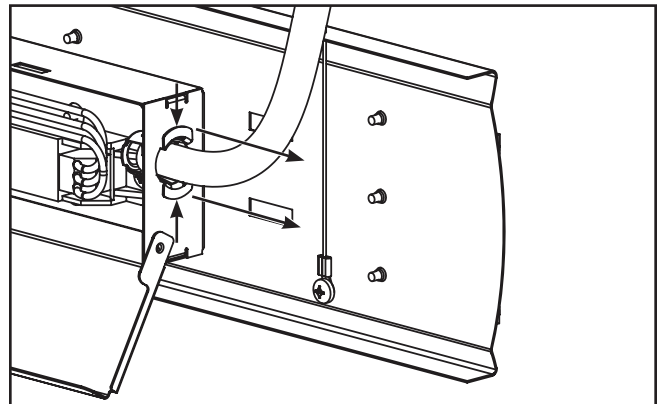

Figura 9.
10. Apriete las pestañas del broche que sujeta el conducto de metal flexible en el alojamiento del controlador y tire del broche completamente fuera del orificio ciego del gabinete. (Figura 9)